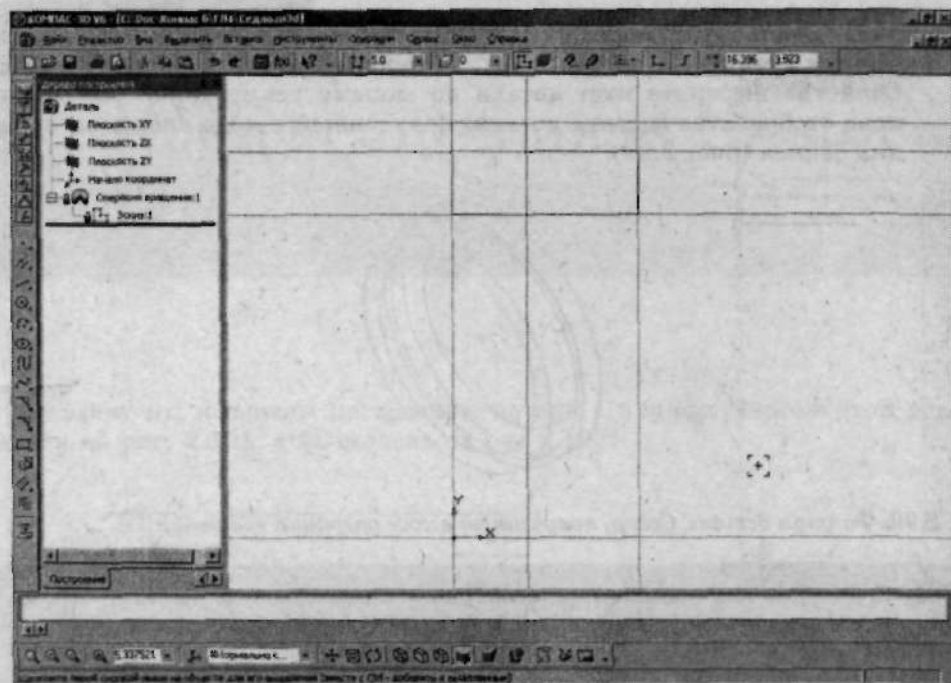

Рис. 2.97. Эскиз детали Седло после выполнения обводки
7. Последовательно соедините пересечения вспомогательных прямых в соответствии с чертежом (обводите только ту область, которая на чертеже заштрихована), в итоге у вас получится изображение, показанное на рис. 2.97.